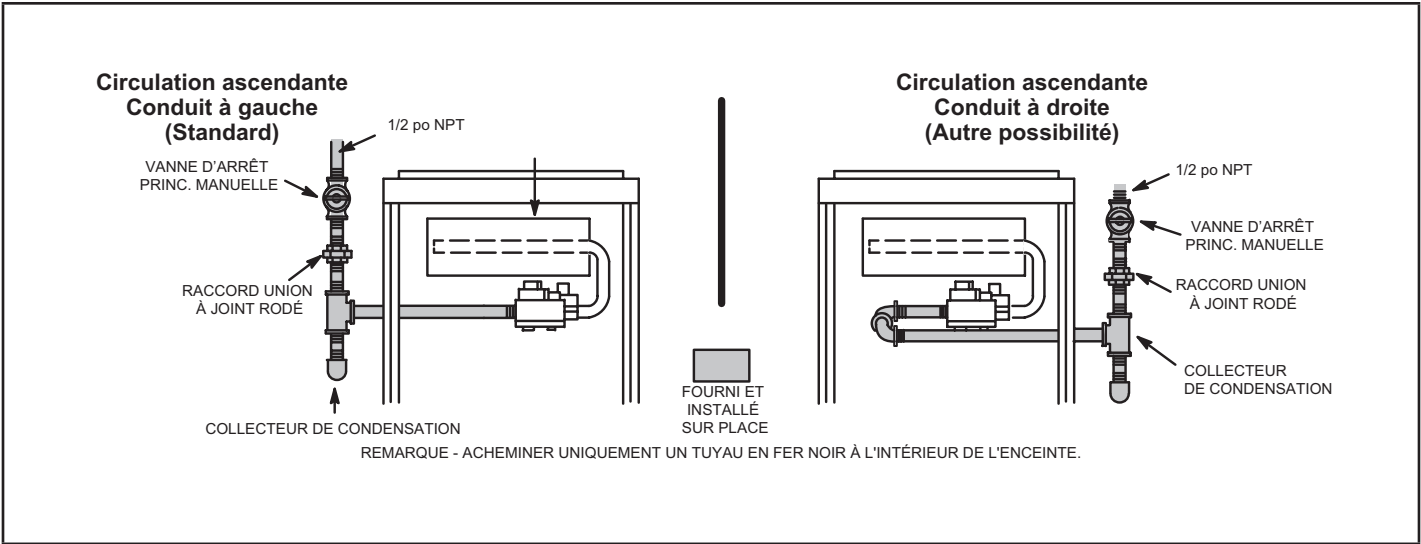
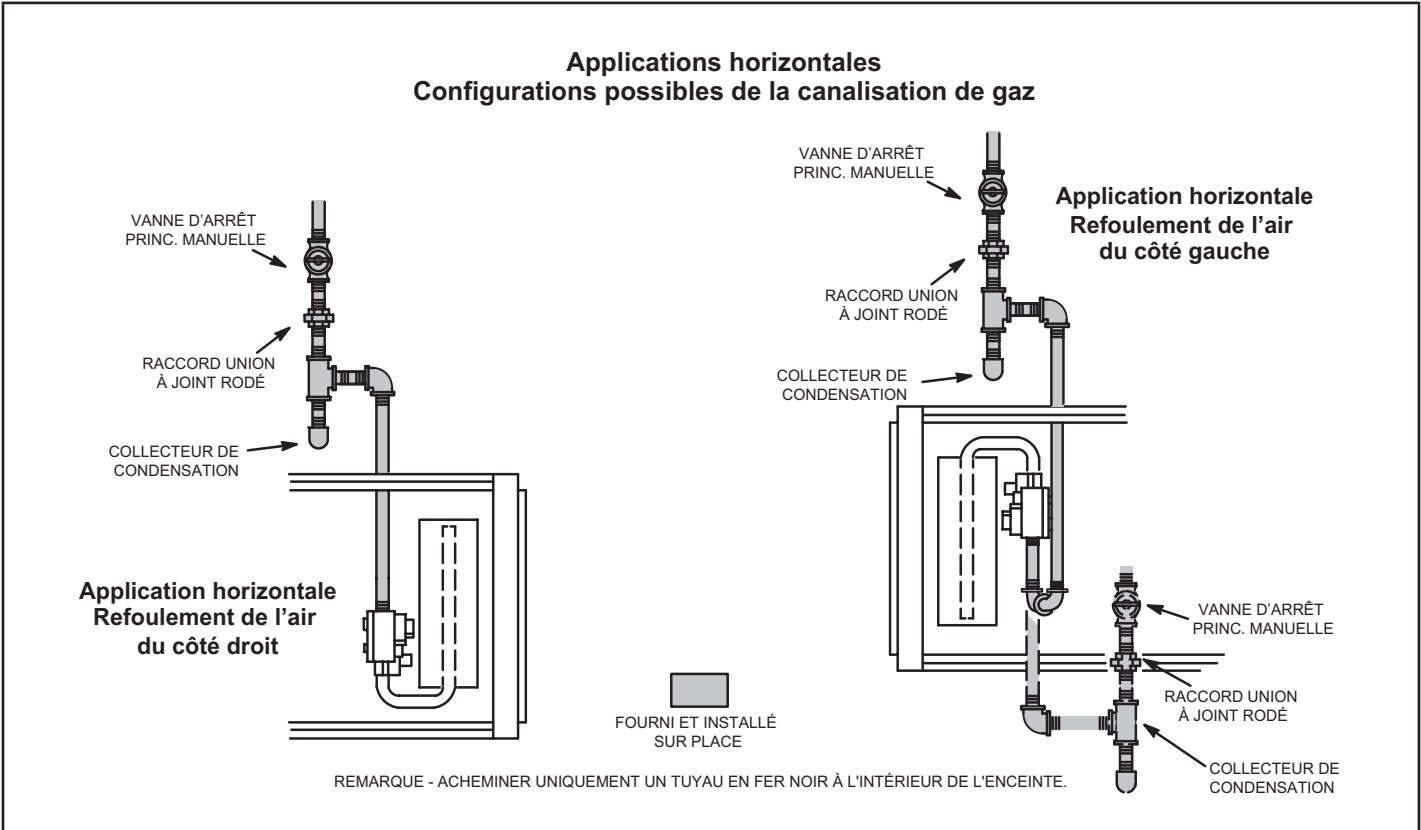

FIGURE 49
FIGURE 50
- 1 - La canalisation de gaz peut être acheminée jusqu'à l'unité sur le côté gauche ou le côté droit en configuration ascendante et au-dessus ou en dessous de l'unité en configuration horizontale. La canalisation d'alimentation entre dans la vanne de gaz par le côté, comme illustré aux FIGURE 49 et FIGURE 50. Connecté la canalisation de gaz sur la vanne. La canalisation de gaz doit être serrée à un couple minimum de 350 livres et un maximum de 800 livres sur la vanne de gaz.
- 3 - La canalisation de gaz ne doit pas traverser les conduits d'aération, les chutes à linge sale, les cheminées ou conduits d'évacuation de gaz, les monte-plats ou les cages d'ascenseur. Centrer la canalisation de gaz dans l'ouverture. La canalisation de gaz ne doit pas toucher le côté de l'unité. Voir FIGURE 49 et FIGURE 50.